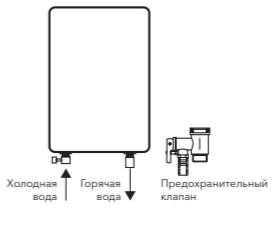

Рис. 1
- Предохранительный обратный клапан следует устанавливать в месте входа холодной воды (см. рис. 1). При первом использовании водонагревателя (или при первом использовании после технического обслуживания или чистки) не следует включать питание водонагревателя до полного заполнения водой. Во время заполнения бака водонагревателя следует открыть кран горячей воды для спуска воздуха. Как только бак наполнится водой и из крана потечет вода, кран можно закрыть.